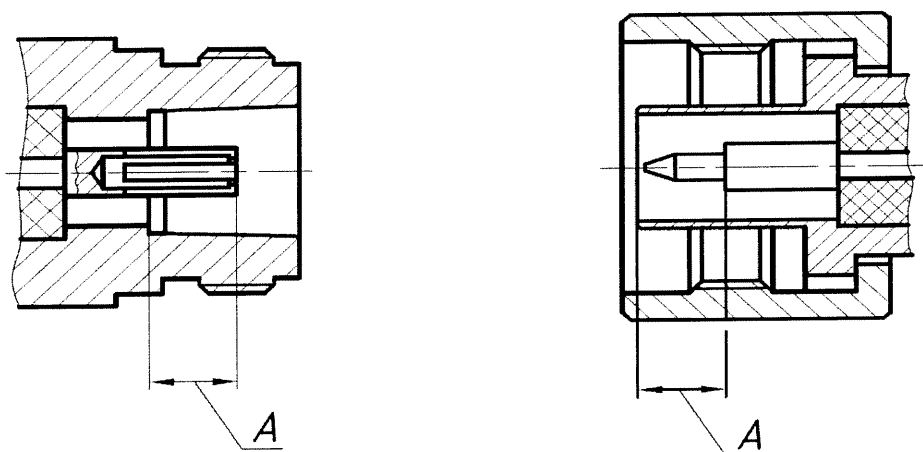

Рисунок 1 – Соединители тип N «розетка» и «вилка»
7.2.2 Проверке подлежит присоединительный размер «А» (рисунок 1) соединителей портов 1 и 2 АЦВ, кабеля СВЧ и всех мер и переходов из набора калибровочных мер, входящих в состав поверяемого АЦВ.